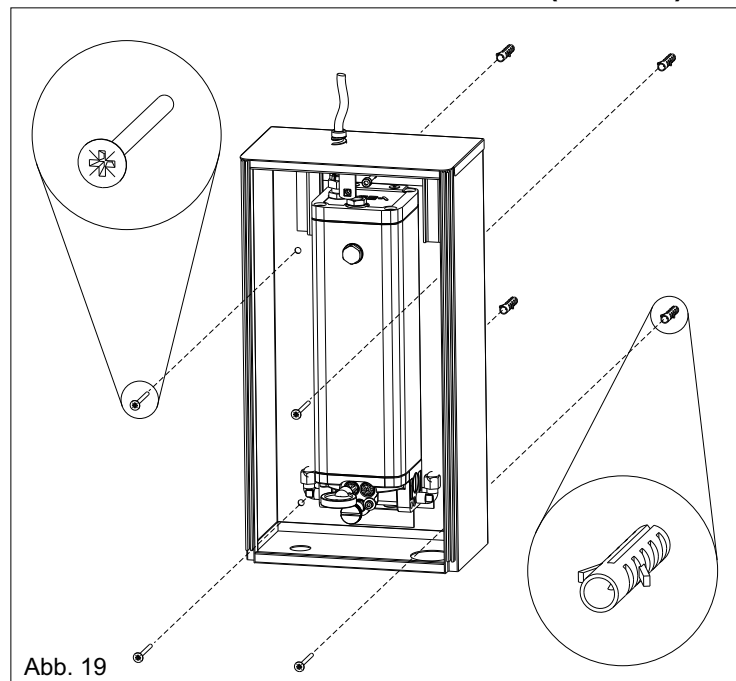

Abb. 19
5. WANDINSTALLIERUNG DES GEHÄUSES DER HYDRAULISCHEN EINHEIT (Abb.19)